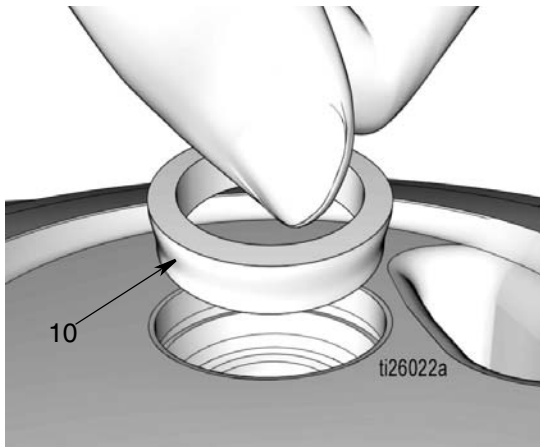

图 38
- i. 安装锥形垫片 (10)，锥形侧朝下，如图 38 所示。